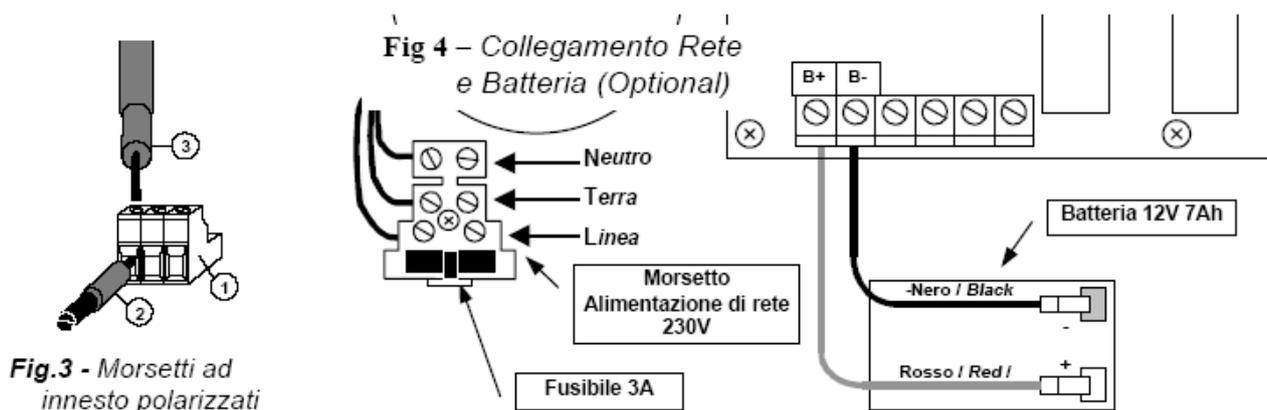

Fig 5 - Schema collegamento con trasmettitori a 2 fili serie TS210E e TS220E
Sul circuito posto nella base metallica si trovano i morsetti per il collegamento degli ingressi e delle uscite. I morsetti (Fig. 3) sono ad innesto polarizzato (1); si consiglia di utilizzare capicorda adeguati ai conduttori (2) e ancorare i cavi alla struttura dell'armadio per evitare eccessive sollecitazioni ai circuiti e ai morsetti stessi. Utilizzare un cacciavite (3) a taglio di dimensioni adeguate. Gli schemi di collegamento illustrati in Fig. 5 e 6, per semplicità sono sempre indicati con tutti i sensori.
Il collegamento, con trasmettitori 4÷20 mA a due fili, si esegue (Fig. 5) tra morsetti “+” e “-” del trasmettitore e i rispettivi morsetti “+” e “S” degli ingressi sulla centrale.
Il collegamento, con dispositivi (Sensori con un contatto a relè, Sensori Fumo, Pulsanti N.A. etc) che dispongono di un contatto Normalmente Aperto, non alimentato, si esegue (Fig. 5) ai morsetti “S” e “-” dell’ingresso AUX sulla centrale.